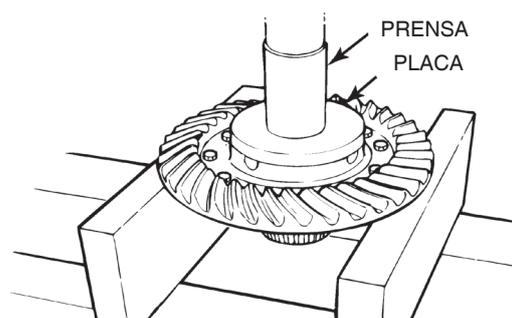

Figura 3.50
4. Coloque uma luva ou uma placa de metal plana no topo da caixa dos satélites. Pressione a caixa de satélites através da coroa da engrenagem hipoidal. Figura 3.50.